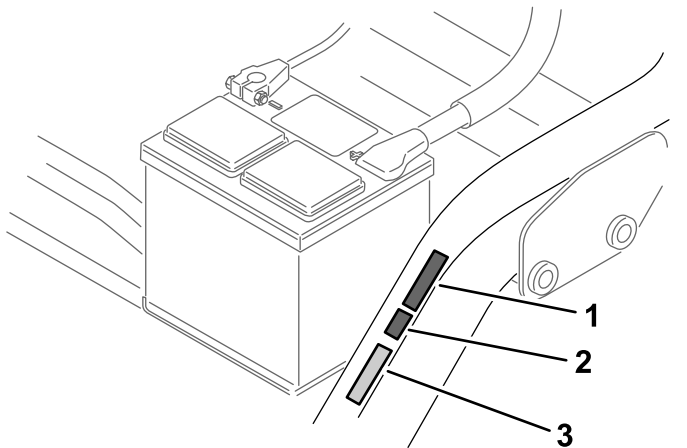

**Figure 14**
- Apposez l'autocollant de sécurité CE (réf. 136-8505) sur l'autocollant de sécurité existant (réf. 136-8506) ; voir Figure 14.